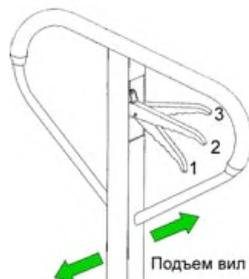

Рисунок 6. Органы управления.
Для подъема ви переведите рычаг на рукоятке (1) в положение подъема (рисунок 6). Движением рукоятки (1) или педали (2) сверху вниз происходит поднятие ви.
Для опускания ви переведите рычаг на рукоятке (1) в положение опускания или нажмите на педаль (3) (рисунок 6).